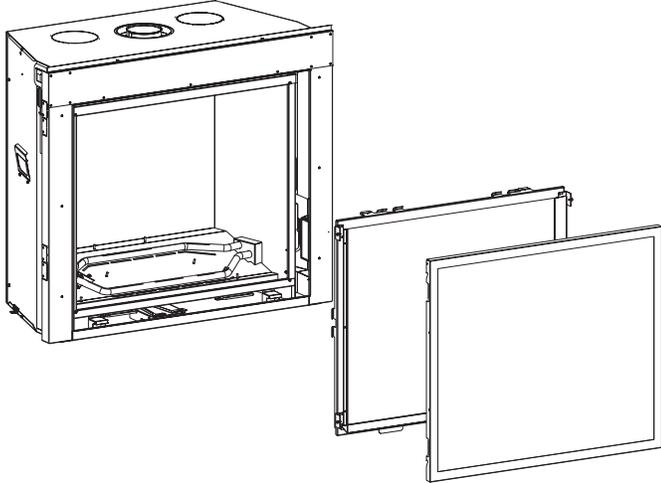

Figure 69
1. Démontez les éléments suivants : **Voir Figure 69.**